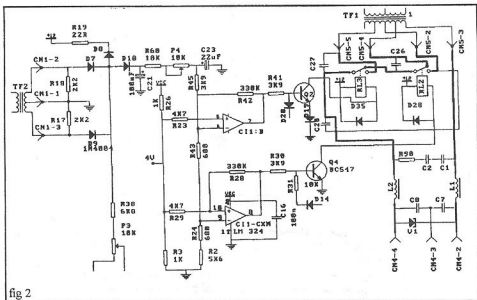

fig 2
4.4.3 Quando há falta de rede, PT2 passa a nível alto, consequentemente Q5 corta desligando RL1, Q6 satura acionando o LED de inversor ativado. D14 polariza Q4 ligando RL2 e D20 corta Q2 desligando RL3. Desse modo o estabilizador fica travado no tap central do transformador. (vide fig 2)